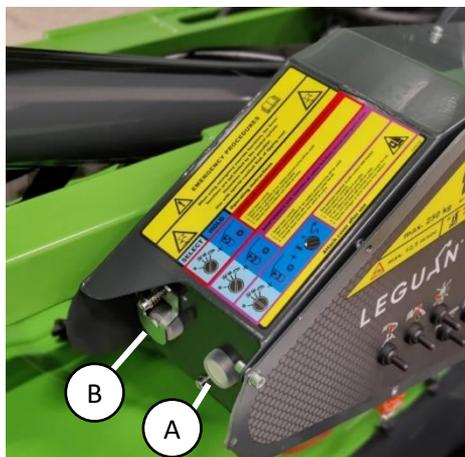

Abbildung 9. Überbrückungstasten
Für eventuelle Notsituationen ist die Zugangsplattform mit einer Lastkontrolle und einer Überbrückungstaste für die Not-Aus-Taste (Abbildung 9 (A)) ausgestattet. Die Taste darf nur in **extremen Notsituationen** betätigt werden, z.B. wenn der Bediener auf der Plattform das Bewusstsein verloren hat, die Not-Aus-Taste betätigt wurde und die Plattform zu seiner Sicherheit abgesenkt werden muss. Die Plattform muss in Richtungen bewegt werden, die das Kippmoment verringern (zur Mitte der Maschine hin). **Der Hersteller ist nicht für den Missbrauch der Funktion verantwortlich!** Die Überbrückungstaste befindet sich auf der linken Seite des
3. Drücken und halten Sie die Überbrückungstaste, die sich näher am Bediener befindet (Abbildung 9 (A)).
Für eventuelle Notsituationen ist die Zugangsplattform mit einer Taste zur Überbrückung der Sicherheitsfunktion (Abbildung 9 (B)) ausgestattet. Sie ermöglicht den Betrieb von Fahr-, Stütz- und Auslegerfunktionen in Fehlersituationen. Die Funktion kann zum Beispiel genutzt werden, wenn ein Sensor defekt ist und die Maschine zur Reparatur an einen sicheren Ort gebracht werden muss. **Mit äußerster Vorsicht und nur in Notsituationen verwenden!**
3. Drücken und halten Sie die Überbrückungstaste unter dem Deckel, die sich weiter vom Bediener entfernt befindet (Abbildung 9 (B)).